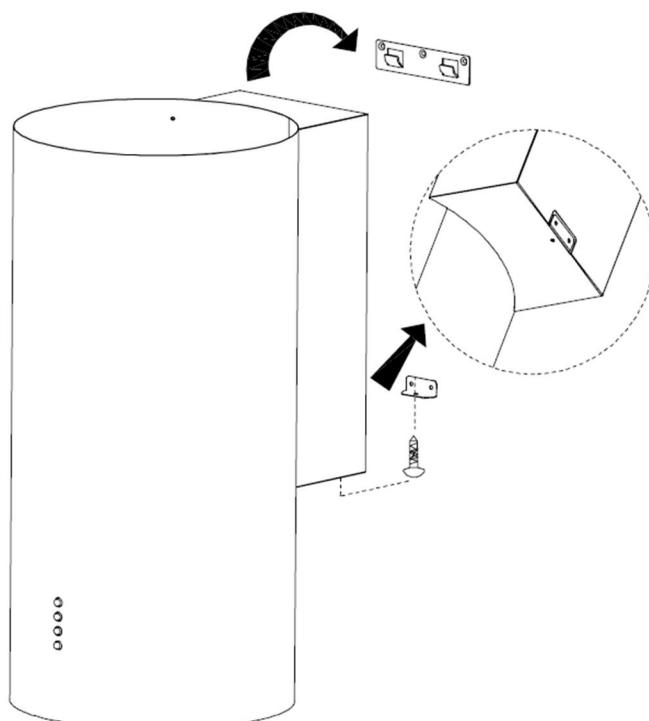

Рис.3
6. Отверстие на задней стороне корпуса вытяжки должно совпасть с отверстием в нижней планке. Зафиксируйте прибор, привинтив его к планке с помощью винта M4\*6 (рис.3). Установка завершена.